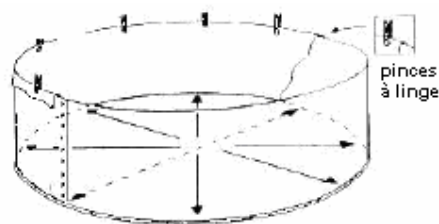

fig. 20
- b) Localisez et situez la soudure latérale (SL) de sorte qu'elle soit parfaitement droite et perpendiculaire au sol. Ceci vous aidera à placer le liner sans plis.
- c) Soulevez le côté qui couvre les bords supérieurs de la piscine et fixez-le avec des pinces à linge (fig. 20). Supprimez les plis en tirant doucement vers l'extérieur et ajustez le liner. Tirez délicatement sur le liner en évitant les à-coups.
- e) Installez le profilé en plastique (PL) autour de tout le périmètre de la piscine et au-dessus du liner. Enlevez au même temps les pinces.